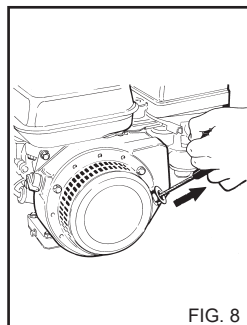

FIG. 8
4) Arrancar el motor de explosión tirando del cable autoenrollante (fig. 8).